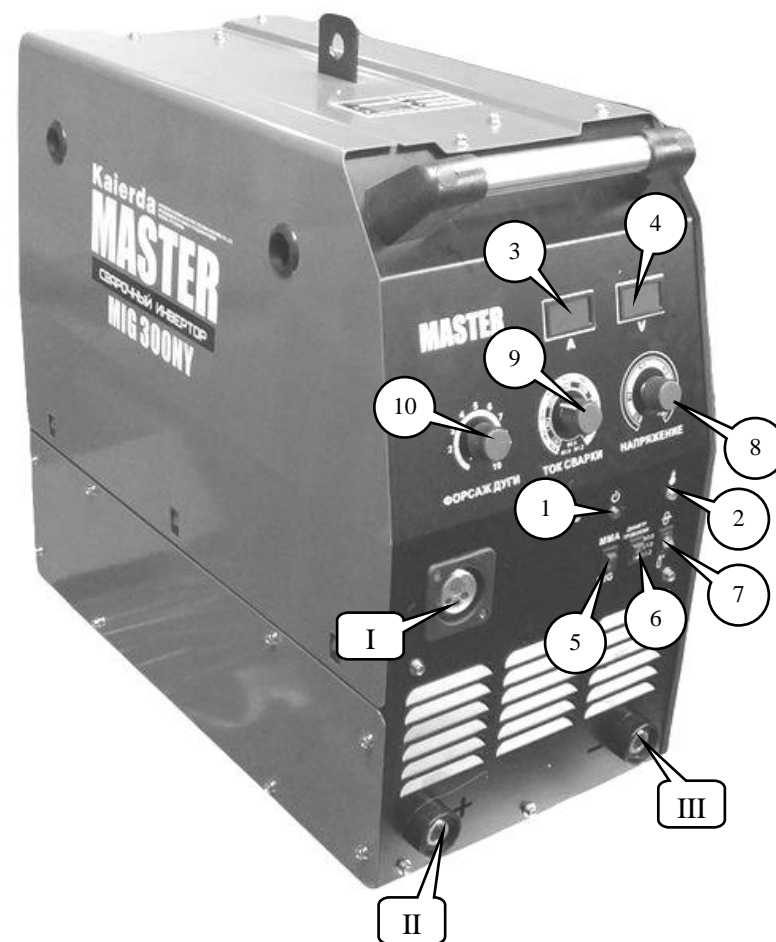

Рис. 1. Расположение органов управления и индикации.
- Подключить сварочную горелку к евроадаптеру I (Рис. 1) подающего устройства.